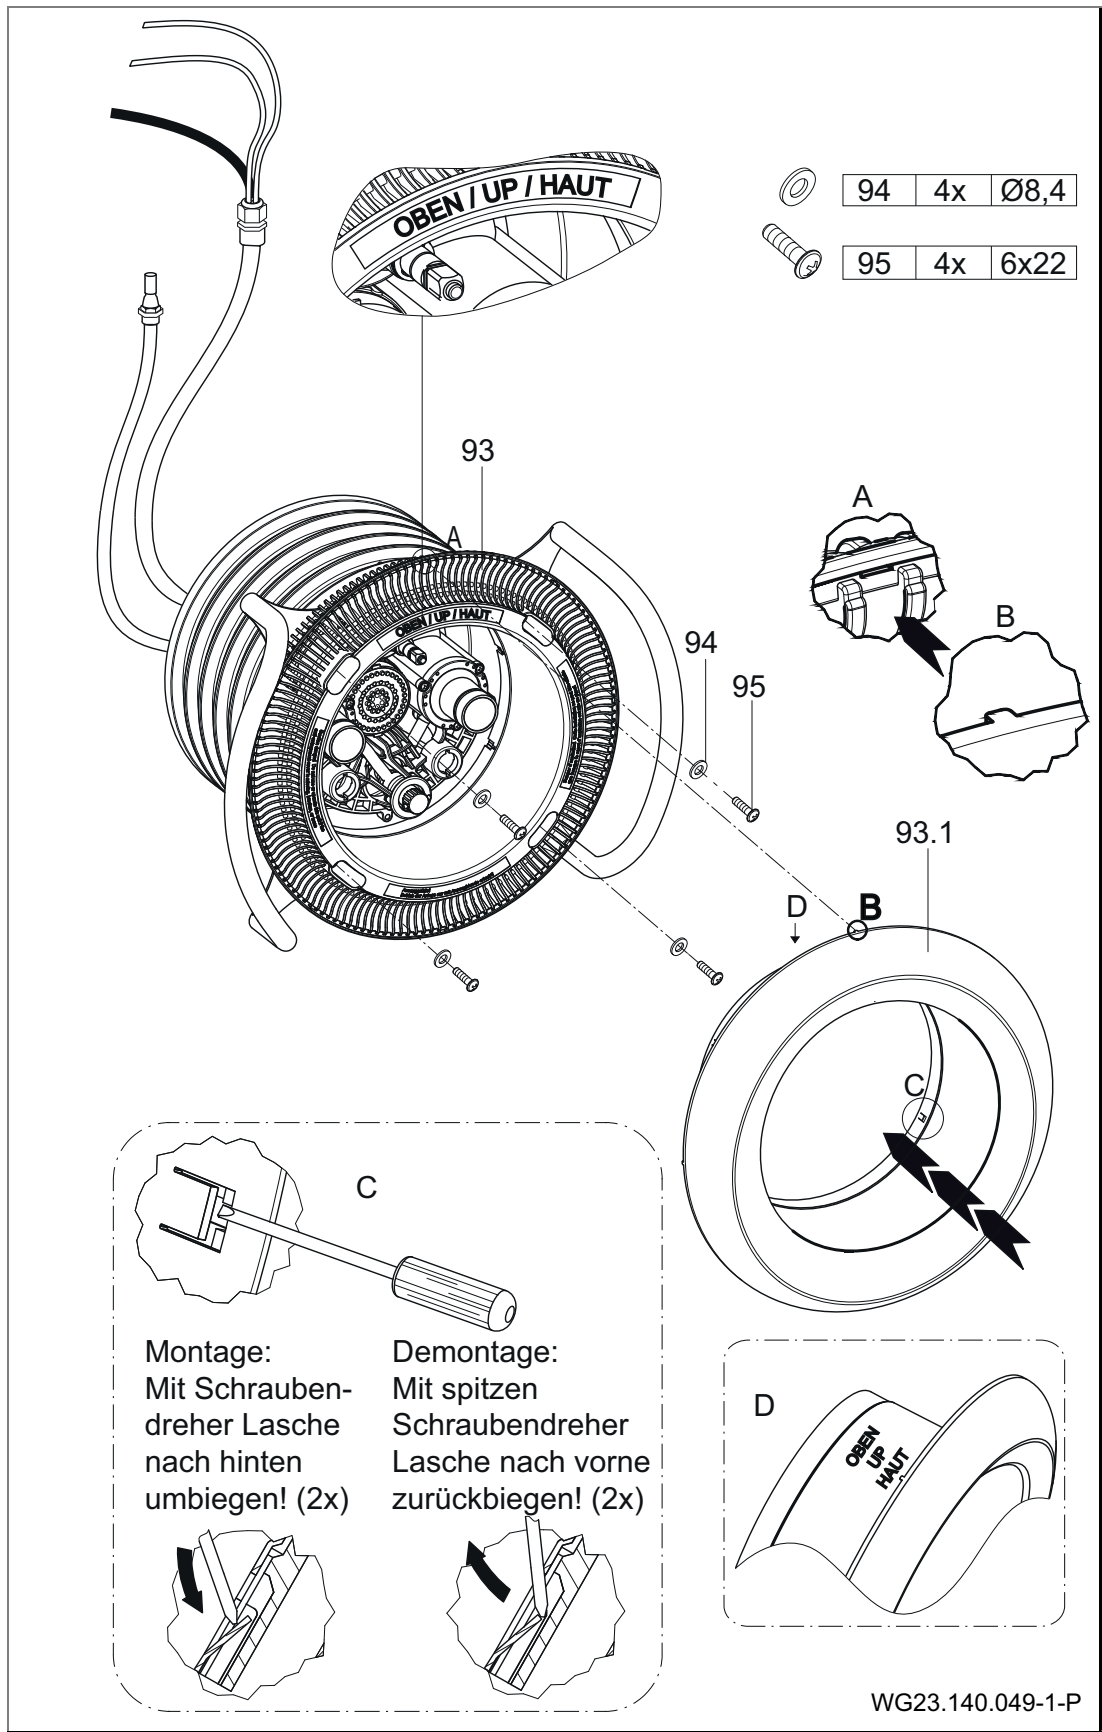
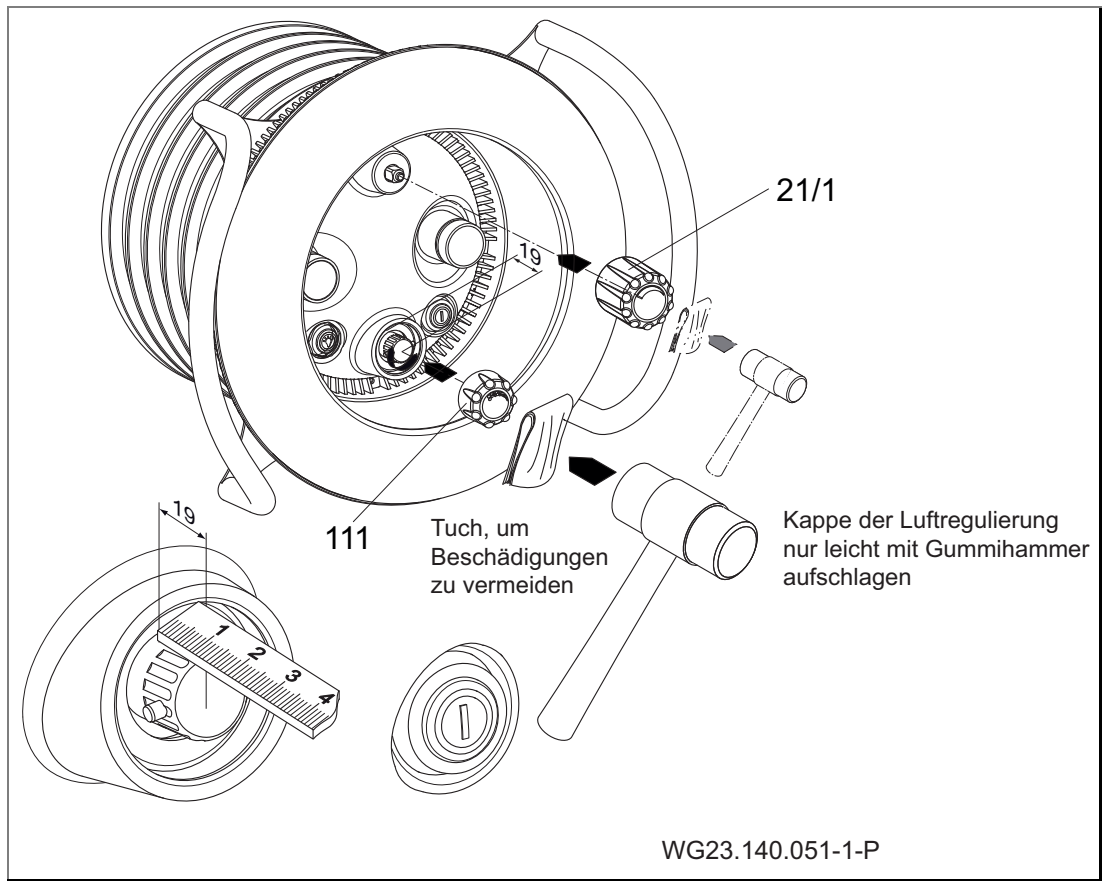

Abb. 17
Abb. 19
8. Ansaugblende (93) auf dem Spannring (28) ansetzen und mit vier Unterlegscheiben (94) und vier Schneidschrauben (95) befestigen. (Abb. 17)
9. Edelstahlblende (93.1) mit vorstehenden Zentriernoppen auf den vorhandenen Aussparungen der Ansaugblende (93) ausrichten und von Hand aneinanderpressen. Markierung
- "OBEN" auf der Edelstahlblende beachten. Zur Arretierung der Blende die zwei seitlichen Biegelaschen mit einem Schraubendreher nach hinten umbiegen. (Abb. 17)
12. Primavera: Kappe für Mengen- (111) und Luftregulierung (21/1) mit Hilfe eines Gummihammers und Schutzuches befestigen. (Abb. 19)
- 1. Kappe für Mengen- (111) und Luftregulierung (21/1) abziehen. Siehe "Abb. 19"
- 2. Schneidschrauben (112) lösen und Lichtabdeckung (110) abnehmen.
- 3. Die zwei seitlichen Biegelaschen der Edelstahlblende nach vorne zurückbiegen und Edelstahlblende abnehmen. Siehe "Abb. 17"
- 4. Schneidschrauben (95) lösen und Ansaugblende (93) und Haltegriff (70) abnehmen.
- 5. Bei Bedarf die Schneidschrauben (61) lösen. Düsengehäuse (102.1) abnehmen. Dabei auf die innere Luftleitung (4) achten, die am Einbaugehäuse (1) befestigt ist.
- 6. Schrauben (52) lösen. Haltegriff (70), Spannring (28) und Spannringdichtung (27) abnehmen.